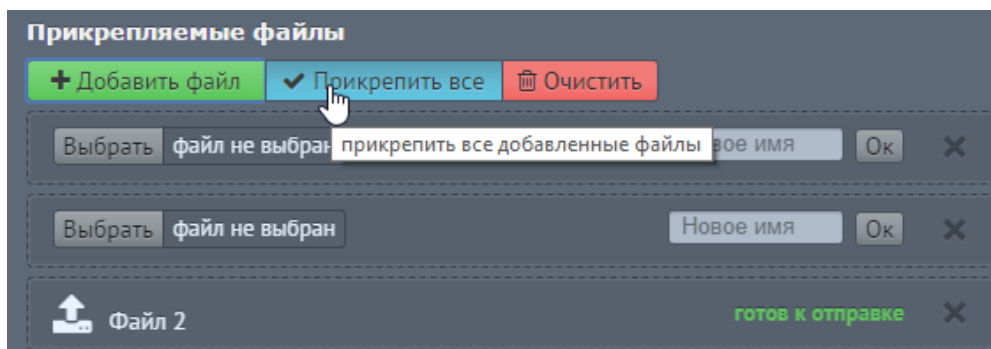

Рисунок 50 – Прикрепить все файлы
- Для того, чтобы прикрепить несколько файлов сразу, нажмите кнопку «Прикрепить все» (Рисунок 50) (2):